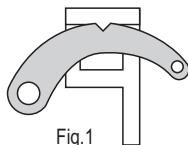

Fig.1
1. - Neem alle veiligheidsinstructies in acht. Plaats de voet van de krik onder de last. Zet de keerhaak (20) in de hoge stand (« UP ») en controleer of op zijn plaats geblokkeerd is, met de uitsnijding van de haak in de gat op de keerknop (18) – zie figuur: 1. Laat de neus stijgen tot deze in contact komt met de last ter hoogte van het gewenste hijspunt. Controleer in dit stadium of het hijsen door niets gehinderd wordt.
2. Trek op stevige en gelijkmatige wijze de handgreep naar beneden en controleer het stijgen van de last. Wanneer de handgreep in de lage stand terecht komt, wordt de hijspen (15) met een « klik » in een gat in de stalen balk (3) geplaatst. Laat in dit stadium de handgreep los om de pen (15) de last te laten vastnemen. Breng de handgreep naar de bovenste slag om een nieuw steunpunt te noemen en opnieuw te pompen.